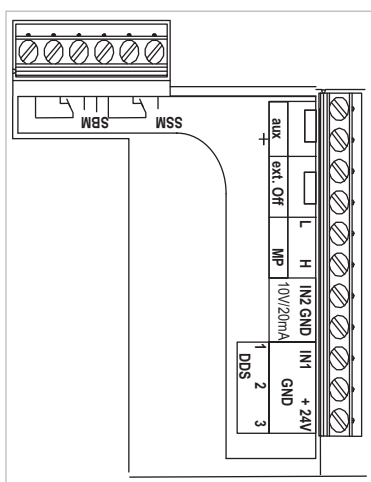

Fig. 20: Morsetti di comando
- Morsetti di comando (fig. 20)